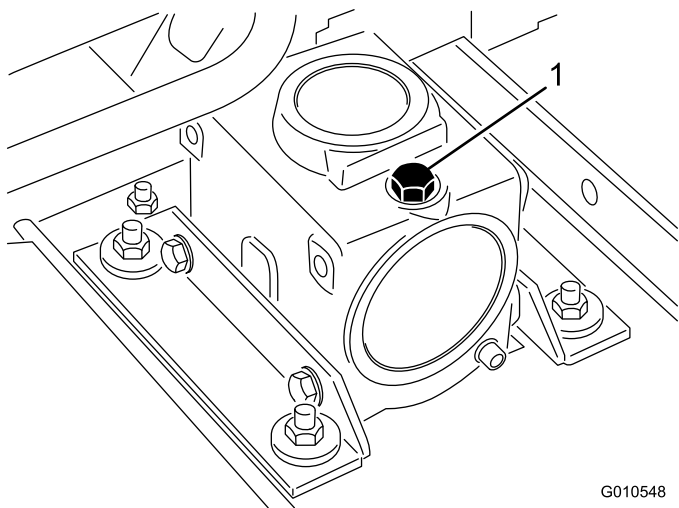

Figura 24
2. Parcheggiate la macchina e l'apparato di taglio su una superficie piana e abbassate l'apparato di taglio. Rimuovete l'asta di livello/tappo di riempimento dalla parte superiore della scatola ingranaggi (Figura 24) e assicuratevi che il lubrificante sia compreso tra i segni sull'asta di livello. Se il livello del lubrificante è basso, aggiungete lubrificante per ingranaggi SAW 80-90W fino a quando il livello non è compreso tra i segni. La capacità della scatola ingranaggi è pari a 283 ml.